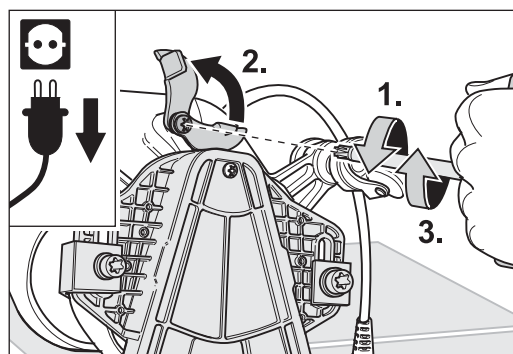

Abb. 33 Die Schraube lösen (1.), das Riemenspannblech vom Vorsatz weg drehen (2.) und die Schraube wieder festziehen (3.).
- 4 Lösen Sie mit dem Universalschlüssel die Schraube des Riemenspannblechs (Abb. 33, 1.).
- 5 Drehen Sie das Riemenspannblech vom Vorsatz weg (Abb. 33, 2.) und ziehen Sie die Schraube des Riemenspannblechs wieder fest (Abb. 33, 3.).